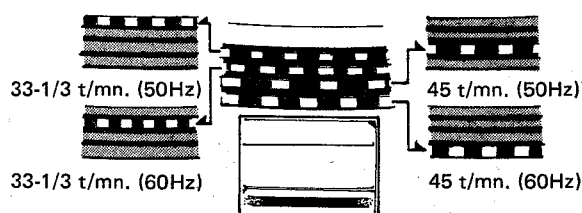

Fig. 18
3. Actionner le bouton de mise en marche (START) et observer la bande de calibrage appropriée de repères stroboscopiques sur l'arête du plateau (Fig. 18).
5. Placer ensuite le sélecteur de vitesse à la position 45 et procéder de la même façon avec le bouton de réglage précis de la vitesse 45 t/mn, tout en observant la bande de calibrage appropriée de repères stroboscopiques sur l'arête du plateau (Fig. 18).